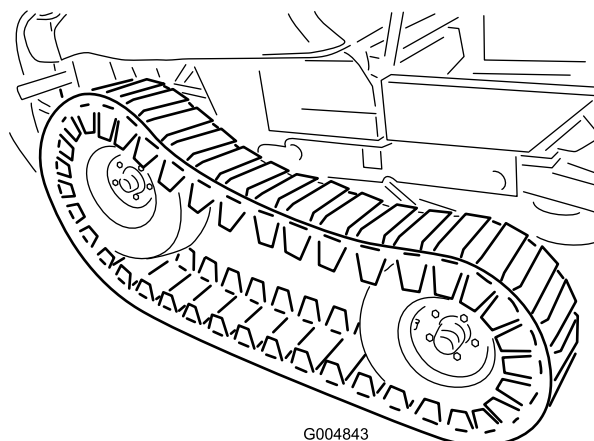

Figura 120
48. Con la ayuda de otra persona, eleve la parte delantera de la oruga lo suficiente para poder instalar cuidadosamente los neumáticos delanteros (Figura 120).